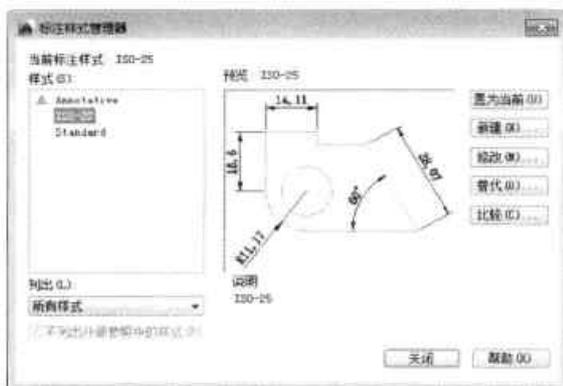

图9-1 “标注样式管理器”对话框
Step 01 执行“注释>标注”命令，打开“标注样式管理器”对话框，单击“新建”按钮，如图9-1所示。